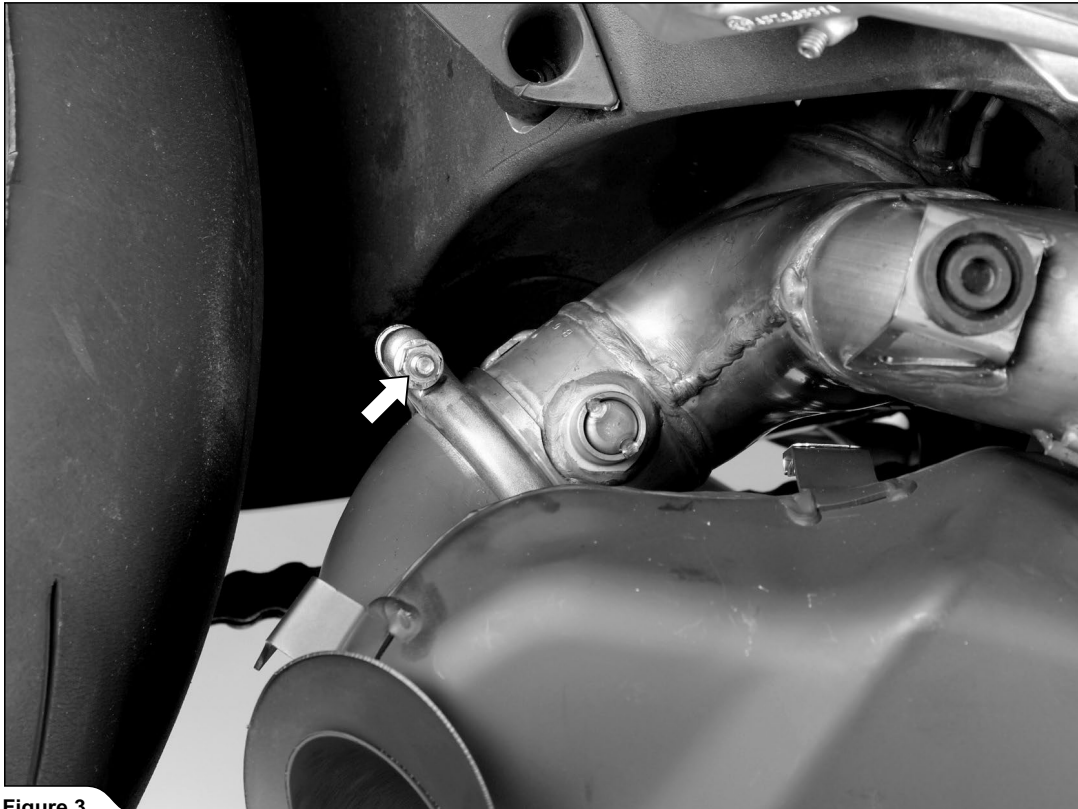

Figure 3
3. Desserrer l'étau de fixation indiqué et les boulons du silencieux sur les deux côtés de la moto. Déposer avec soin le silencieux de la moto (Figures 3, 4, 5, 6).
3. Die angegebene Klemmfaust sowie die Schrauben und Muttern des Schalldämpfers an beiden Seiten des Motorrads lösen. Den Schalldämpfer vorsichtig vom Motorrad abnehmen (Figure 3, 4, 5, 6).